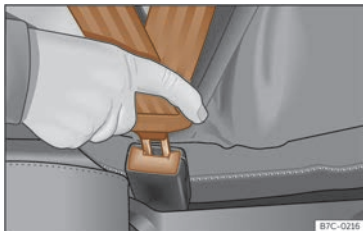

Abb. 19 Schlosszunge des Sicherheitsgurts in das Gurtschloss einstecken.
- Schlosszunge fest in das zum Sitzplatz gehörende Gurtschloss stecken >>> (Abb. 19).